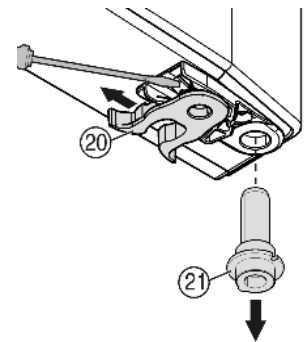

Fig. 8
- ▶ переставьте пружинный зажим Fig. 8 (20): Нажмите вниз язычок защелки, снимите с него пружинный зажим.
- ▶ Извлеките опорный палец Fig. 8 (21) из втулки двери и вставьте вместе с шайбами на противоположную сторону. Язычок защелки должен быть направлен к внутренней стороне двери, паз — к внешней стороне.
- ▶ Поверните нижнюю часть двери и вставьте опорный палец Fig. 8 (21) в опорный кронштейн. При необходимости покрутите опорный палец, чтобы он смог заскочить.